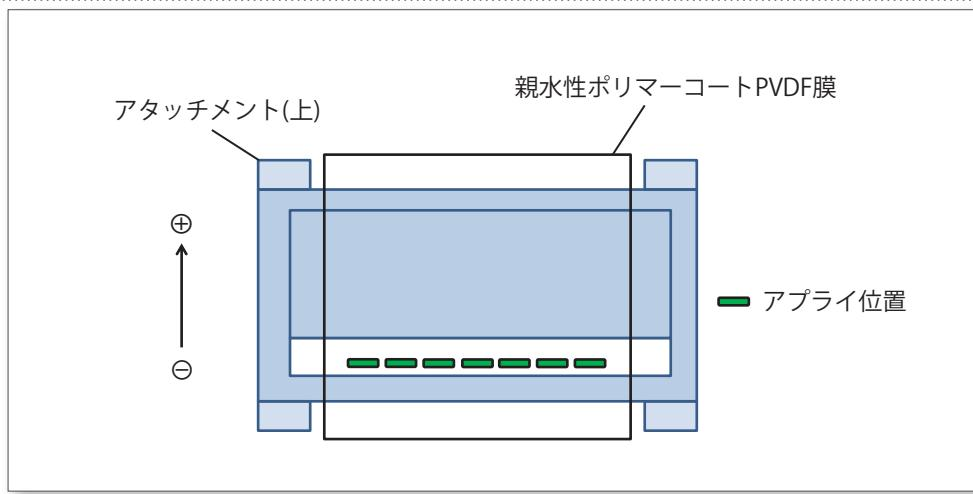

図7. アタッチメント(上)の設置方向とアプライ位置の例
- 8 通電を止め、電気泳動マーカーおよび泳動したい検体をアプライします。アプライは通常 1 μ L/ レーンです(図7)。